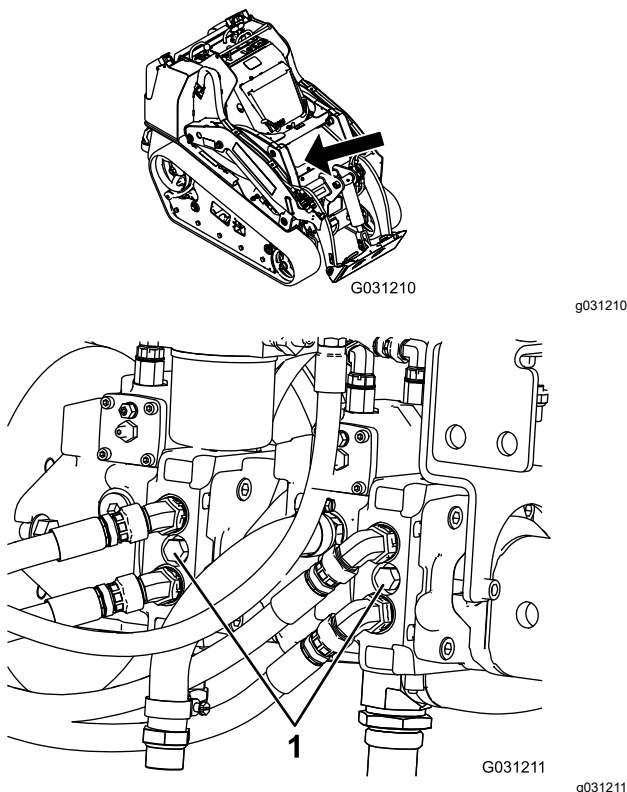

Figure 26
4. À l'aide d'une clé, donnez deux tours dans le sens antihoraire aux vannes de remorquage situées sur les pompes hydrauliques (Figure 26).